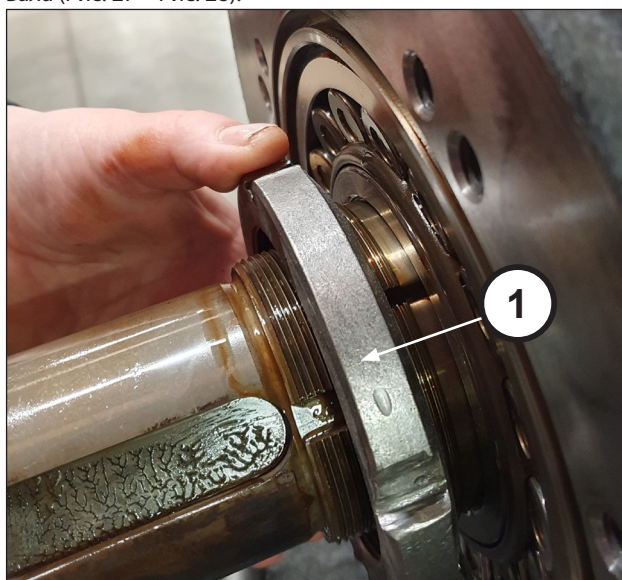
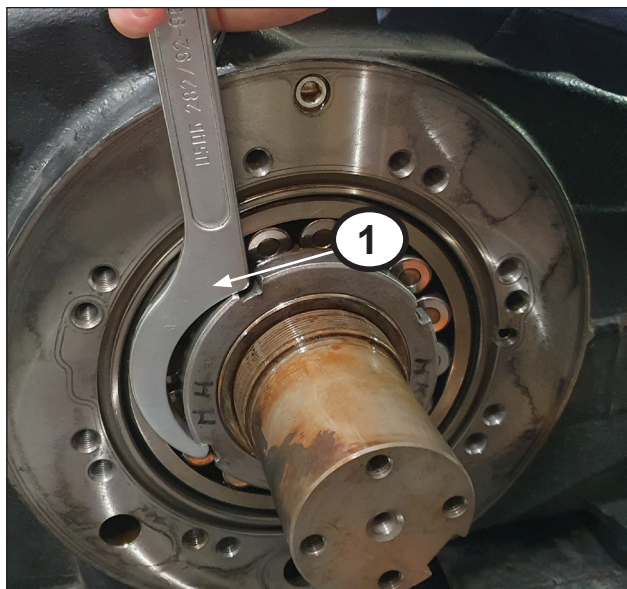

Рис. 25
Рис. 26
Навинтите кольцевую гайку типа SKF KM 16 на прижимную втулку (поз. ①, Рис. 25), а затем с помощью подходящего гаечного ключа ослабьте втулку (поз. ①, Рис. 26), не снимая ее.